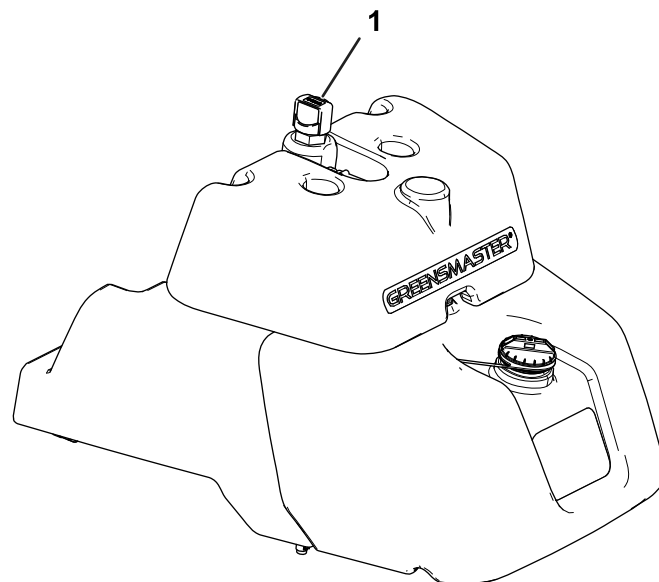

Figura 46
2. Localize a vareta na parte superior do depósito hidráulico principal (Figura 46) e passe para o passo 3.